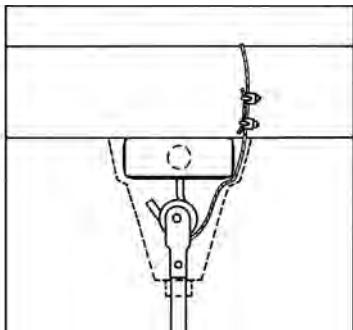

Figure 3
- Ce ventilateur est équipé d'un câble de soutien de secours nécessaire. Il peut être fixé à la structure de poutre et accroché solidement d'une façon telle qu'il puisse supporter le poids du ventilateur dans l'éventualité où le crochet de fixation ou une autre partie casse. Après avoir enroulé le câble autour d'une partie de structure pouvant supporter 137 kg, fixez ce câble avec les serre-câbles fournis comme illustré en Figure 3 (REMARQUE : Tout matériel additionnel nécessaire pour des installations spécifiques peut être acheté chez votre distributeur local).
**IMPORTANTE PRÉCAUTION : Le câble de sécurité ne doit pas être placé entre le cylindre en caoutchouc et le crochet, mais plutôt comme illustré en Figure 3.**
10. Quand vous suspendez le ventilateur sur le crochet en J fourni par l'usine, assurez-vous que le câble en haut de la tige est positionné derrière le crochet en J comme illustré en Figure 3.